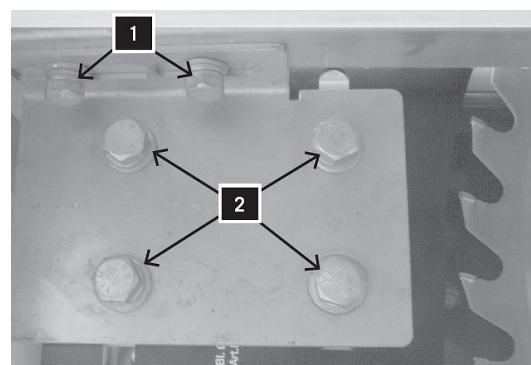

Abb. 16: Flucht Spaltkeil einstellen
- Beidseitig je zwei Sechskantschrauben (Pos.1, Abb.16) lösen,
- Sechskantschrauben (Pos.1, Abb.16) leicht anziehen,
- Spaltkeil fluchtend zum Sägeblatt ausrichten und die vier Sechskantschrauben (Pos.2, Abb.16) wieder fest anziehen,